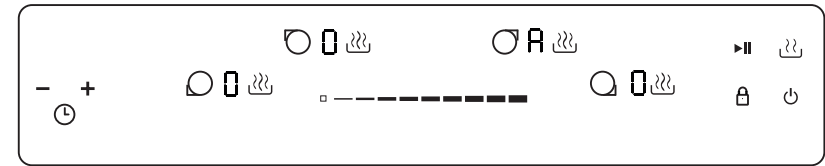

fig. 31
- 2) Seleccionar un nivel de potencia entre 1 y 8 inclusive tocándolo durante 3 segundos sobre la barra incremental. Durante la selección, el display de la zona mostrará alternativamente el símbolo ◐ y el nivel de potencia seleccionado. Después de transcurrido este tiempo de selección se oír un sonido y comenzará el proceso de calentamiento rápido (fig.31).